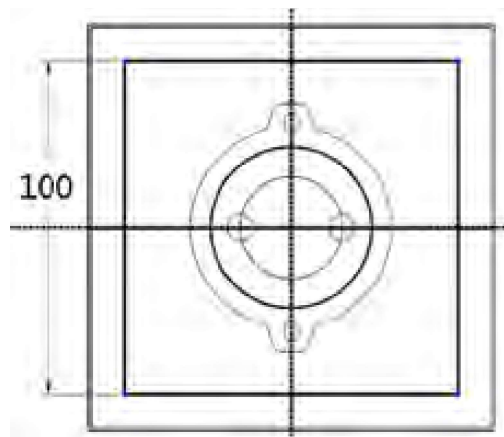

图4-36 工件截面图
Step 02 按前面章节的方法, 创建工作件, 工件的尺寸为100mm×100mm, 如图4-36所示。